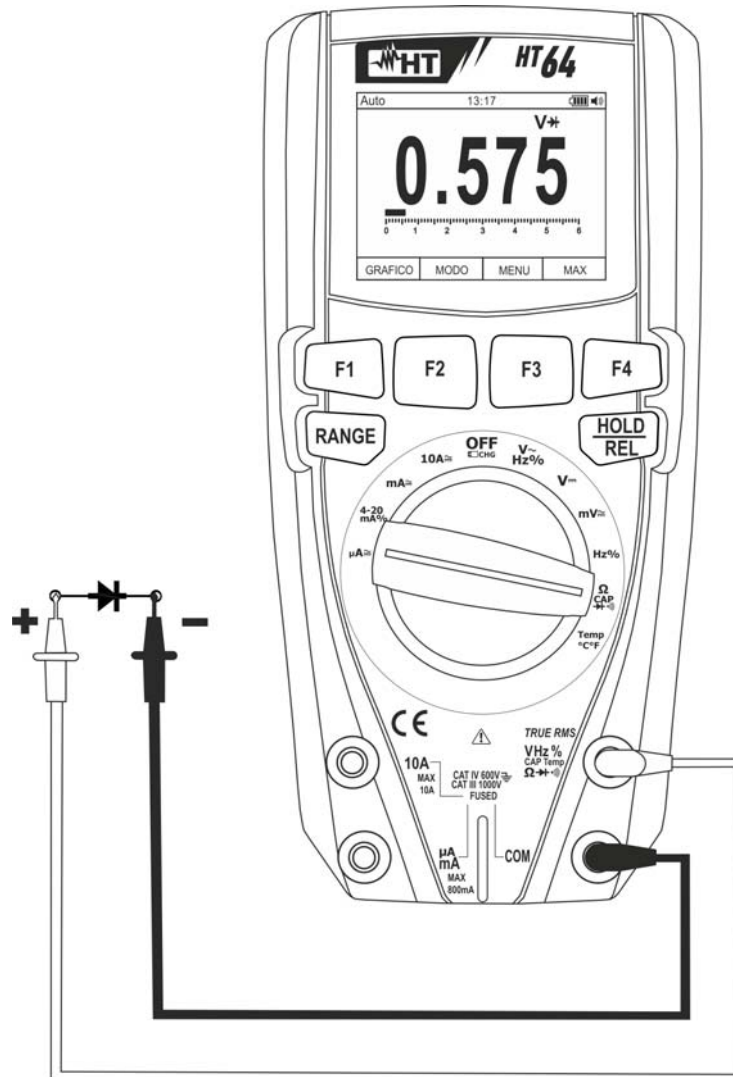

Fig. 26: Uso del instrumento para la Prueba de Diodos
4. Posicione las puntas en los extremos del diodo en examen (vea Fig. 26) respetando las polaridades indicadas. El valor de la tensión de umbral en polarización directa se muestra en el visualizador
6. Si el instrumento muestra el mensaje "O.L" los terminales del diodo están invertidos respecto a lo indicado en Fig. 26 o bien la unión P-N del diodo está dañada